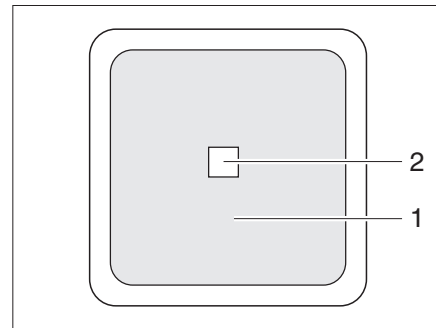

Bild 253 Externer Schalter
- II "Remo." = Gerät kann am externen Schalter (Bild 253,1) ein- und ausgeschaltet werden.
Der externe Schalter für den Wechselrichter (Bild 253) befindet sich im Innenraum des Fahrzeugs oder in der Garage. Der Schalter ist mit der Beschriftung "Wechselrichter" gekennzeichnet. Die LED (Bild 253,2) zeigt den Betriebszustand des Wechselrichters an.